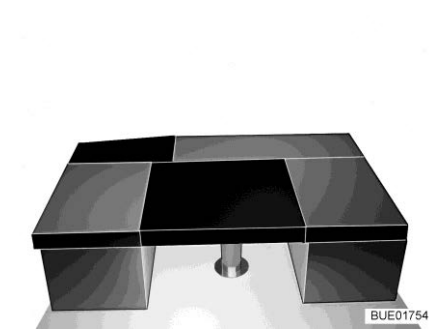

Bild 84 Nach dem Umbau
- Das rechteckige Zusatzpolster auf den Tisch legen (zwischen die Sitzpolster der Sitzbänke, siehe Bild 84).